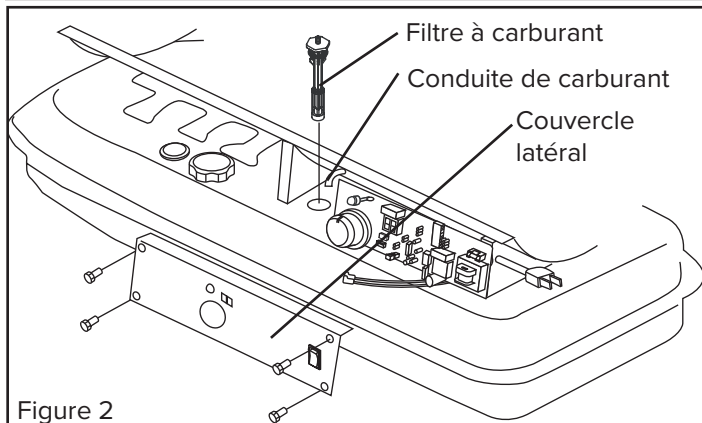

Figure 2
**REMARQUE :** Pour enlever le filtre des modèles 45-KFA - 80T-KFA, tourner le filtre 90° dans le sens horaire. Pour enlever le filtre des modèles 140T - 215T-KFA, tourner le filtre 90° dans le sens antihoraire. Voir la Figure 2.